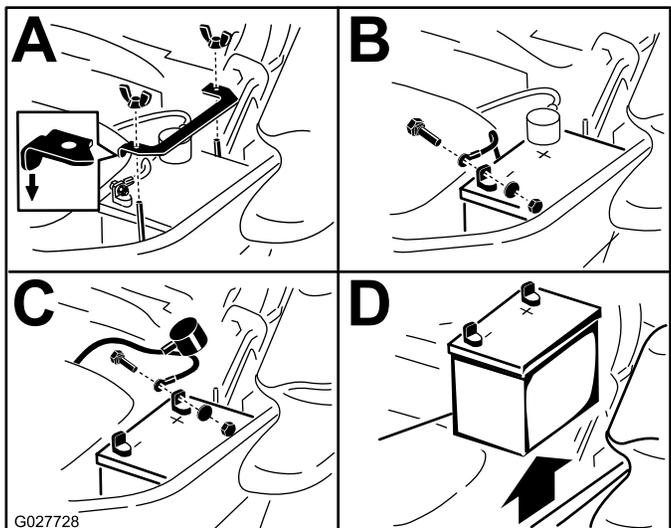

Figura 70
3. Retire la batería según se muestra en la Figura 70.
**Nota:** Coloque la batería en la bandeja, con los bornes frente al depósito de aceite hidráulico (Figura 70).